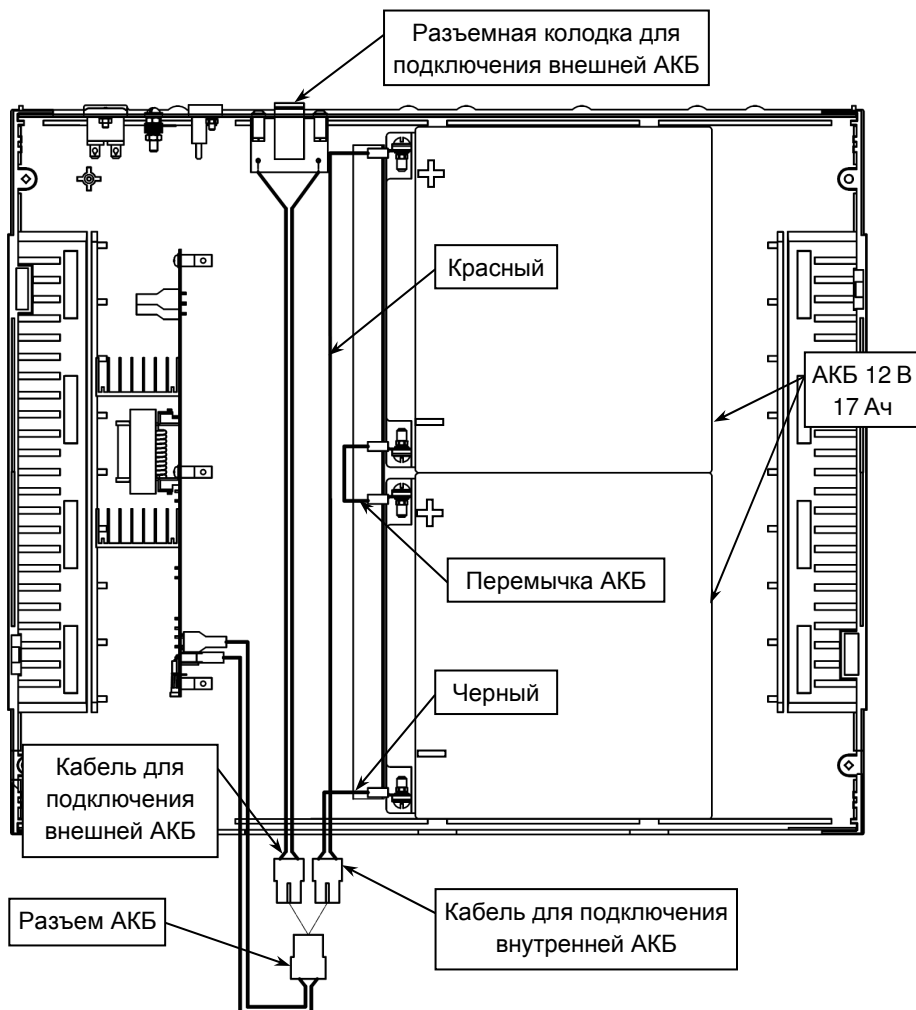

Рисунок 4 – Схема размещения и подключения внутренней АКБ, состоящей из двух аккумуляторных батарей 17Ач 12В, соединенных последовательно
- подключить внутреннюю АКБ к плате источника с помощью комплекта проводных перемычек и кабеля АКБ (входят в комплект поставки) строго с соблюдением полярности, в соответствии со схемой размещения и подключения (см. рисунок 4);